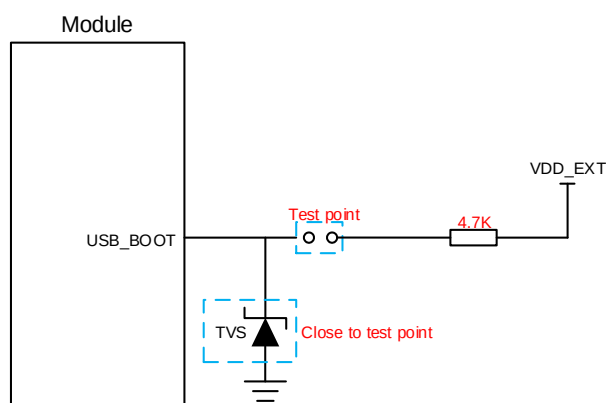

图 30: USB_BOOT 接口参考设计电路
2. 使用 MCU 控制模块进入强制下载模式时按照如上时序图进行控制，在给模块 VBAT 上电前不建议上拉 USB_BOOT 到 1.8V；手动强制下载方式按照图 30 所示短接测试点即可。